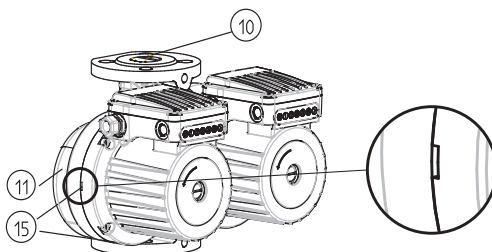

fig. 3
- GHND (basic, auto), GHNDM (basic, auto) – le pompe dispongono di un telaio idraulico doppio (fig. 3 – POS. 11), nel quale è montata una botola ribaltabile (fig.3 – POS.10) che gira autonomamente in base al flusso dei fluidi di una o dell'altra pompa.